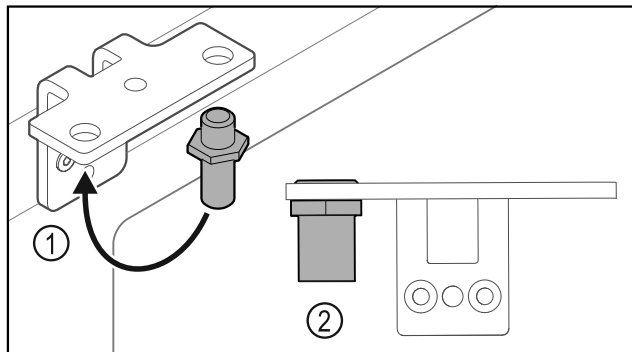

Fig. 24
- Sworznie Fig. 24 (1) przełożyć do zawiasu.
- Sworznie Fig. 24 (2) dokręcić z **momentem obrotowym 12 Nm**.